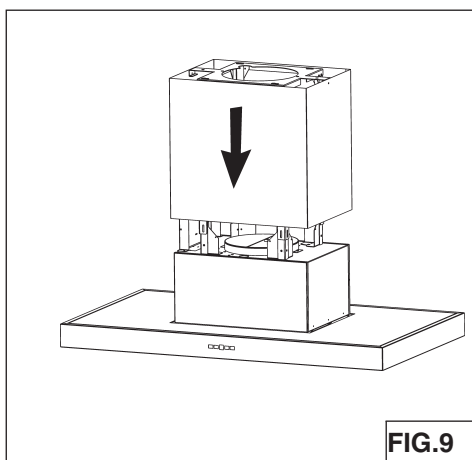

FIG.9
1. Sujete el **conducto superior** a la parte superior del armazón de soporte (Fig. 9).
2. Monte la campana al techo con los (4) tornillos 6x70mm instalados previamente. Estos apriete los tornillos. Instale (2) tornillos de 6x70mm adicionales, como se muestra en la ilustración. Asegúrese de que todos los (6) tornillos estén firmes.
3. Asegure la campana en el techo e instale el (2) tornillos adicionales (6x70mm).